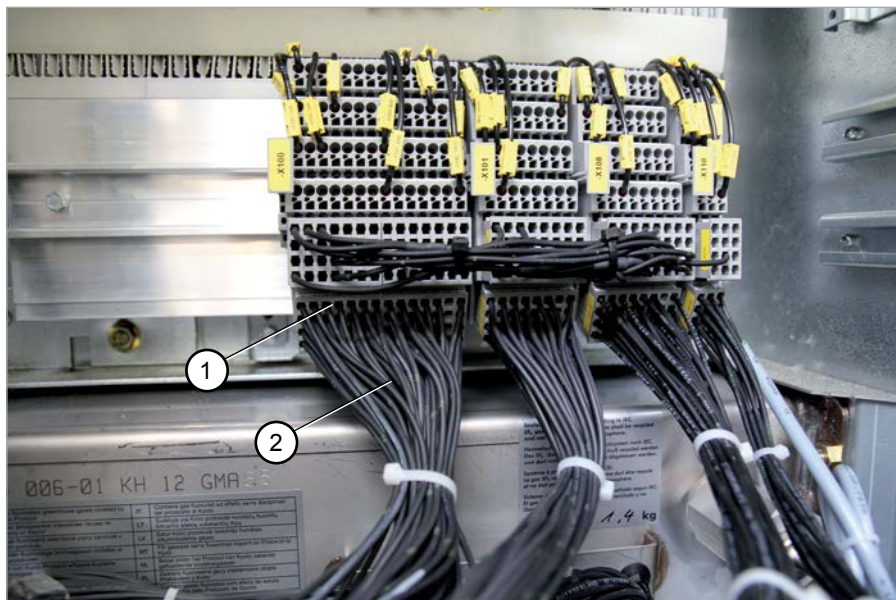

Fig. 40
3. Enfiler les bornes de raccordement du câblage d'entraînement selon le marquage sur le connecteur sur les barrettes à bornes dans l'armoire basse tension (Fig. 40, pos. 1).